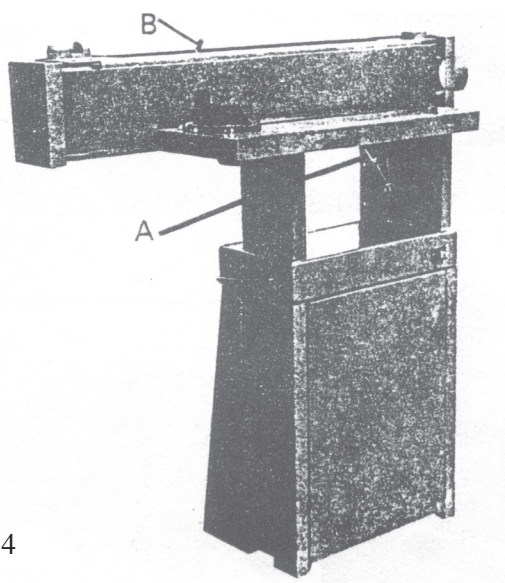

Rys. 2
1. Montaż podstawy: Połączyć części (A) i (B) za pomocą śruby z nakrętką, z wykorzystaniem podkładki płaskiej i sprężystej, patrz rys 1.
2. Zmontowana podstawa pokazana jest na rys. 2.